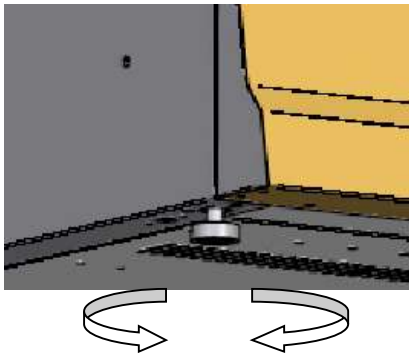

Fig. 2
- * Nivelar y regular la altura del aparato. H min= 30mm (Fig. 2)